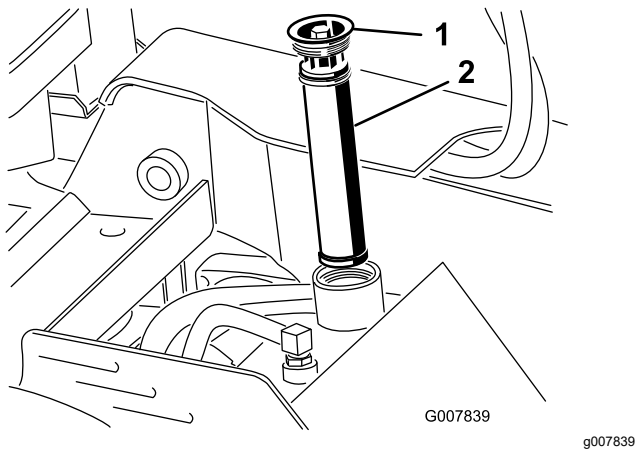

Figure 62
4. Déposez l'ancien filtre et mettez-le au rebut (Figure 62).
5. Mettez en place le filtre hydraulique de rechange et le bouchon de remplissage (Figure 62), et serrez le boulon sur le dessus à un couple de 13 à 15,5 N·m.
7. Enlevez le bouchon de remplissage du réservoir de liquide hydraulique ainsi que le filtre (Figure 62).
12. Mettez en place le filtre hydraulique et le bouchon de remplissage (Figure 62), et serrez le boulon sur le dessus à un couple de 13 à 15,5 N·m.